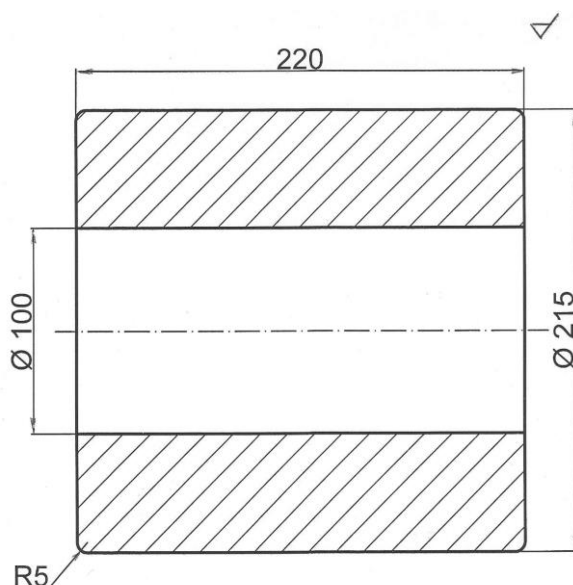

Рис. 2
2) По эскизу готовой детали (рис.2) разработайте схему технологического процесса получения ее методомковки. При выполнении работы следует:
1. (Задание 9) По эскизу детали (рис. 2) разработайте эскиз отливки. Приведите эскизы модели и собранной литейной формы (в разрезе) с указанием размеров. Дайте обоснование назначению размеров модели. Опишите последовательность изготовления литейной формы и получения отливки.